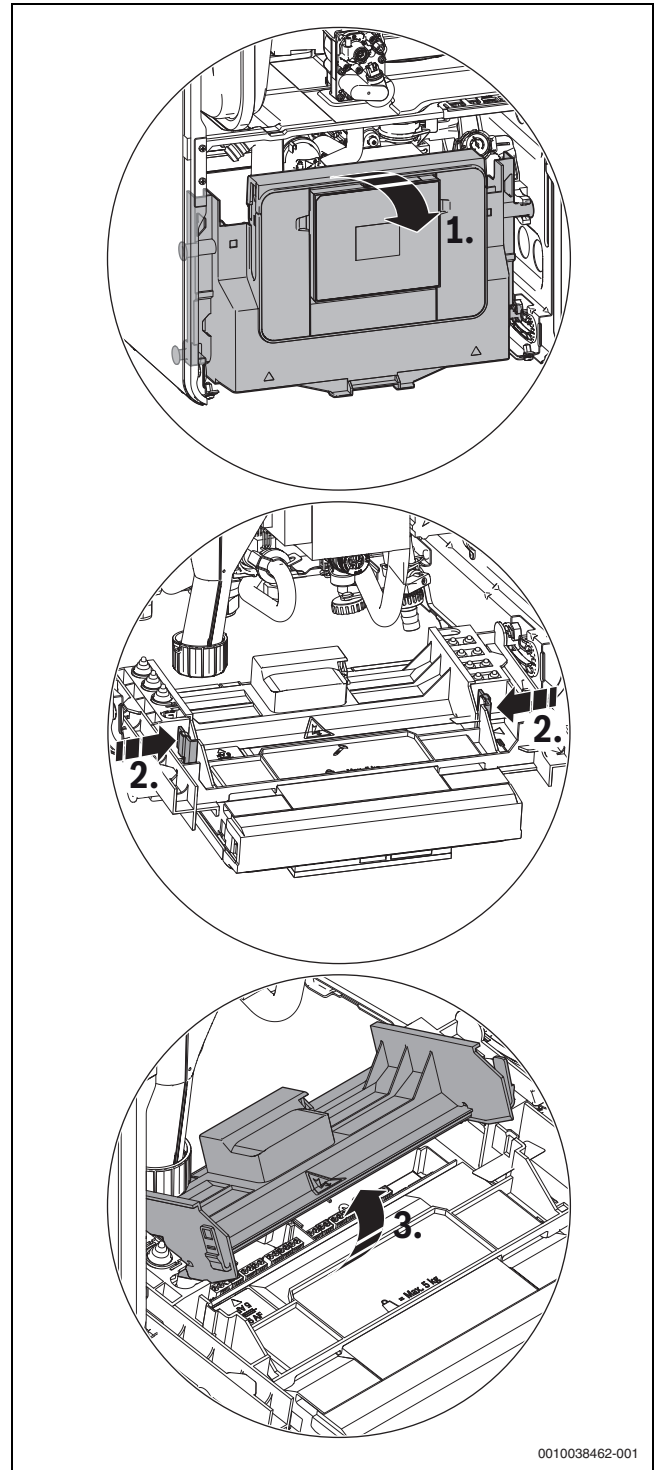

Bild 23 Abdeckung aufklappen
- ▶ Steuergerät nach unten klappen (→ Bild 23).